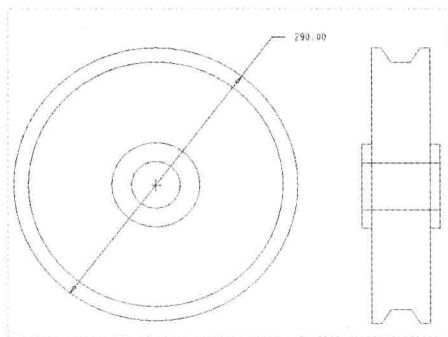

图 3-41 创建直径尺寸标注
Step 02 在绘图区最外侧的圆上任取两点，单击鼠标左键，移动鼠标指针至右上方合适位置，单击鼠标中键，标注尺寸，再次单击鼠标中键，即可创建直径尺寸标注，如图 3-41 所示。